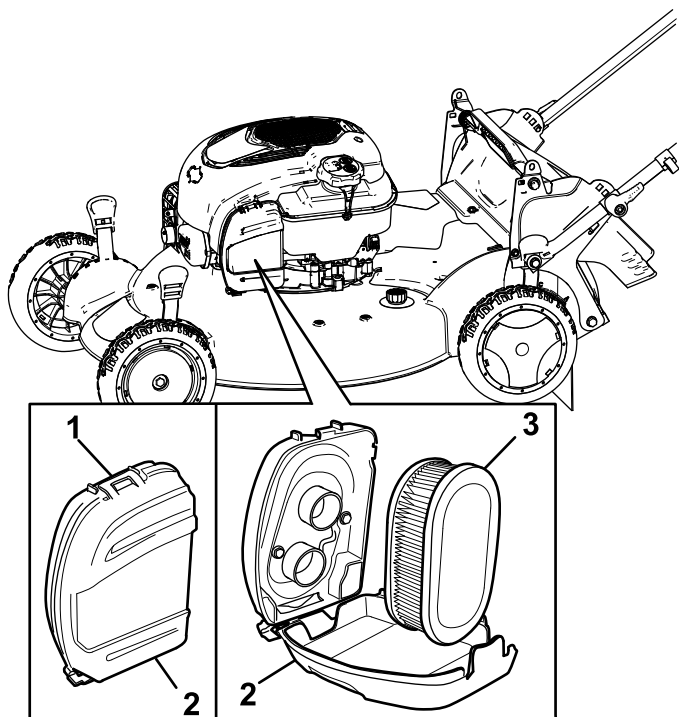

Bild 38
1. Lösen Sie das Oberteil der Luftfilterabdeckung (Bild 38).
2. Entfernen Sie den Luftfilter (Bild 38).